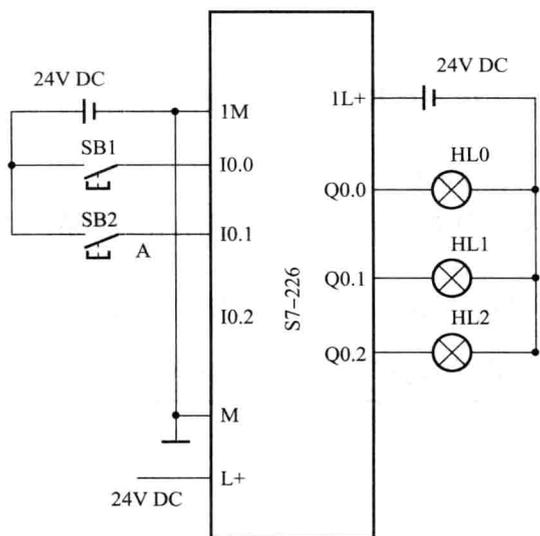
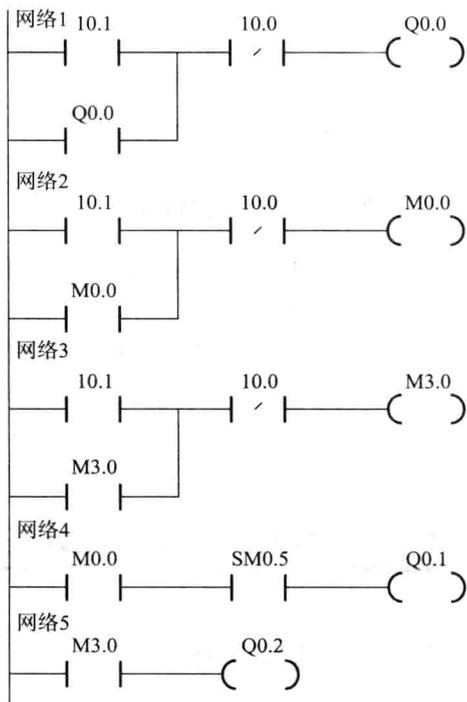

图 1.7 PLC 接线图
图 1.8 实验练习程序
- (1) 熟悉实验环境，观察实验设备和 PLC 的外观及其上面标识的含义。
- (2) 根据提供的 I/O 分配表（如表 1.2 所示）、接线图（如图 1.7 所示）与程序（如图 1.8 所示），由学生将程序写入 PLC，并按接线图接好。